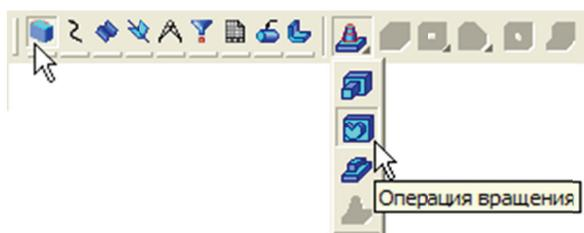

Рис. 7.5
- Нажмите кнопку **Операция вращения** на панели **Редактирование детали** (рис. 7.5).